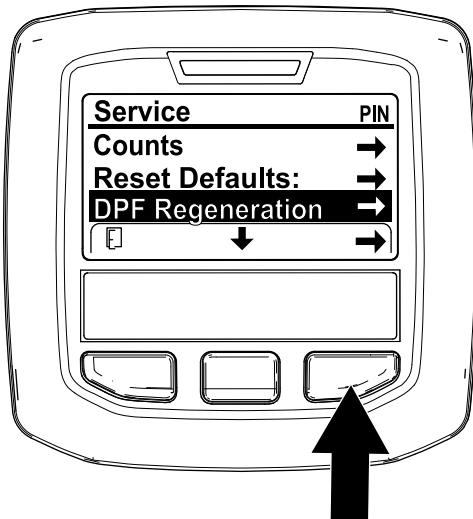

Figura 24
- Accedete al menu Manutenzione (Service) e premete il pulsante centrale per scorrere il menu verso il basso fino all'opzione DPF REGENERATION (Figura 24).
- Premete il pulsante destro per selezionare la voce DPF Regeneration (Figura 24).